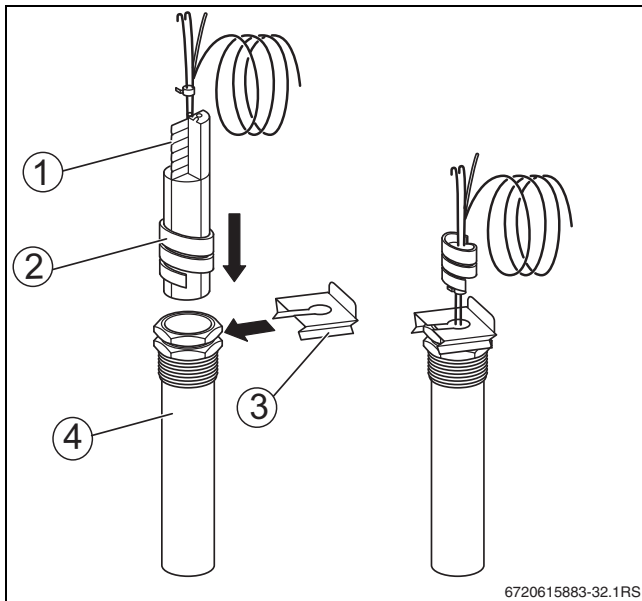

Bild 28 Kunststoffspirale in Tauchhülse einsetzen
- Temperaturfühlerpaket mit einer Fühlersicherung [3] in der Messstelle [1] sichern (→ Bild 28, Seite 30).
Die Kunststoff-Spirale [2] zum Zusammenhalten der Temperaturfühler schiebt sich beim Einstecken automatisch zurück (→ Bild 28, Seite 30).
Um den Kontakt zwischen der Tauchhülse [4] und den Fühlerflächen zu gewährleisten und somit eine sichere Temperaturübertragung herzustellen, muss die Ausgleichsfeder [1] zwischen den Temperaturfühlern eingeschoben sein (→ Bild 28, Seite 30).